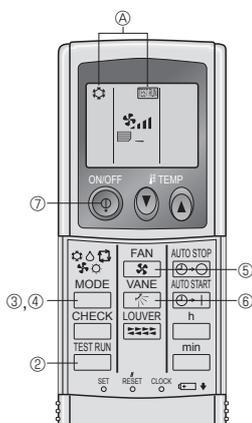

Fig. 7-5
7.2.2. Utilizar o controlo remoto sem fio (Fig. 7-5)
① Ligue a alimentação à unidade pelo menos 12 horas antes do ensaio.
② Prima o botão duas vezes continuamente.